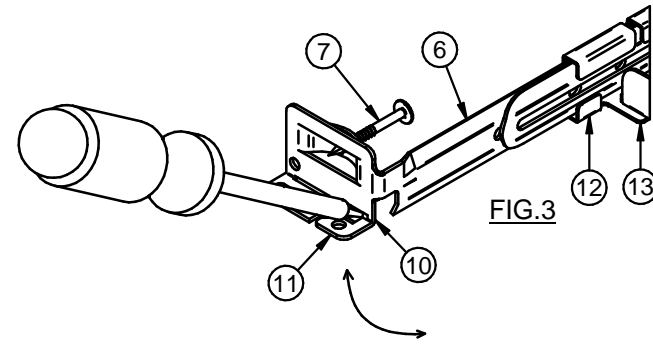
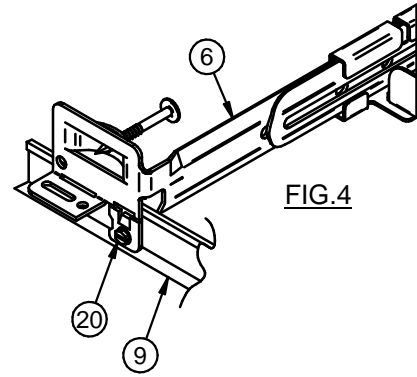
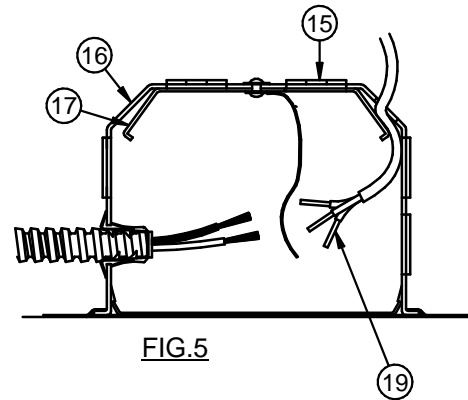

FIG. 3
FIG. 4
FIG. 5
2. For Suspended Ceilings: Place the Fixture on the ceiling grid with the "T" Bars (9) running through the Bar Hanger Notches (10). Using a flat head screwdriver or other tool, bend the integral t-bar mounting tabs (11) downward to a vertical position (Fig. 4). Secure housing to the support structure with tie wire (supplied by others) in the holes supplied. Sheetmetal screws (supplied by others) can also be used in the holes supplied (20).
3. Locate Housing (3) along Bar Hanger in desired position and, using pliers, squeeze the 4 Locking Tabs (12) on the Plaster Frame (13) tightly over the Bar Hangers to prevent further Housing movement.
4. As desired, hanger bars (6) may be shortened at score mark to fit tight mounting conditions and joist alignment tabs removed to adjust vertically as needed by breaking off with pliers.
5. Unsnap Junction Box Cover (14) by lifting the Leaf Spring (24).
6. Run supply wires through UL Listed connectors (not supplied) in one of the five Pryouts (15) on the Junction Box (16) or Type NM cable (ROMEX) through an Opening above the Wire Retaining Plate (17). Connect Supply Wires (19) as shown in Fig 5 & 7. Replace Cover.
1. Pour APPLICATIONS IC où le dispositif d'éclairage peut être en contact direct avec l'isolant, retirer du boîtier (3) l'étiquette d'avertissement adhésive qui indique : « AVERTISSEMENT , RISQUE D'INCENDIE, NE PAS INSTALLER L'ISOLANT À UNE DISTANCE INFÉRIEURE À 3 POUÇES DES CÔTÉS DU BOÎTIER . »
2. Pour APPLICATIONS NON-IC où, sauf les points de montage, le dispositif est installé à une distance d'au moins un demi pouce d'une surface combustible et l'isolant se situe à une distance minimum de 3 pouces de tous les côtés, retirer de l'intérieur du boîtier (3) l'étiquette adhésive qui indique la puissance en watts (2).
3. Pour solives en bois : utiliser les entailles de centrage (4) situées sur le cadre en plâtre pour placer le dispositif d'éclairage. Faites prolonger les barres de suspension (6), utiliser les languettes d'alignement pour situer le dispositif et enfoncer 4 clous (7) dans les solives (8). Enfoncer des clous supplémentaires comme nécessaire à travers les trous dans les barres de suspension pour plus de support. Les barres peuvent être raccourcies selon l'entaille sur les barres pour s'ajuster aux conditions étroites de montage et les languettes d'alignement peuvent être également retirées à l'aide des pinces pour ajustement verticalement.
4. Pour plafonds suspendus : Placer le dispositif d'éclairage sur l'armature du plafond de manière que les barres en « T » (9) pénètrent les encoches sur les barres de suspension (10). À l'aide d'un tournevis à tête plate ou autre outil, plier les languettes de montage sur les barres en « T » vers le bas, en position verticale (La Figure 3). Fixer le boîtier à la structure de support insérant des fils à ligature (non inclus) dans les trous fournis. Des vis à métal (non inclus) peuvent être substituées dans les trous fournis (20).
5. Fixer le boîtier au long des barres de suspension dans la position désirée et à l'aide des pinces appuyer fermement sur les 4 languettes de blocage (12) du cadre en plâtre (13) et sur les barres de suspension pour éviter quelque mouvement du boîtier. Les barres de suspension (6) peuvent être installées dans les rainures en alternance (23) si les conditions de montage l'exigent.
6. Ouvrir le couvercle de la boîte de jonction (14) soulevant le ressort à lames.
7. Faites passer les câbles d'alimentation à travers les connecteurs homologués UL (non inclus) dans une des cinq pièces amovibles (15) sur la boîte de jonction (16) ou faites passer un câble du genre NM (ROMEX) par l'ouverture au-dessus de la plaque de blocage à câbles (17). Relier les câbles d'alimentation (19) selon les Figures 4 et 5. Replacer le couvercle.